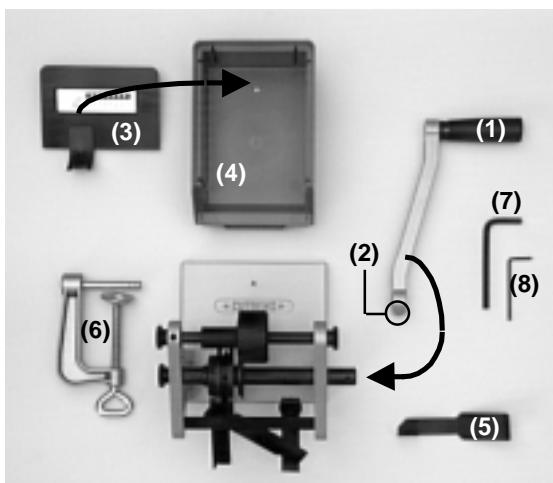
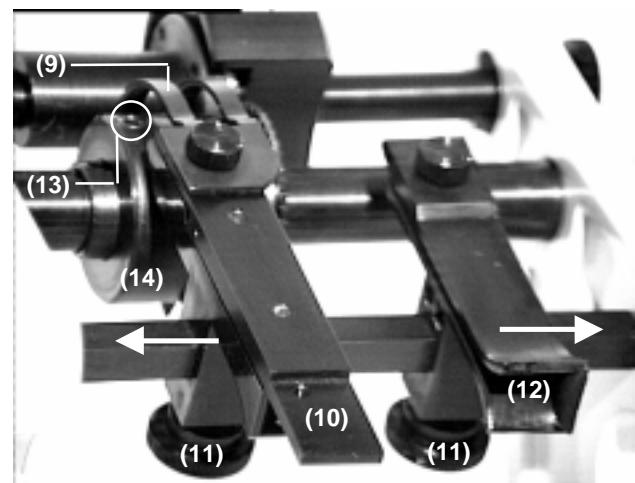
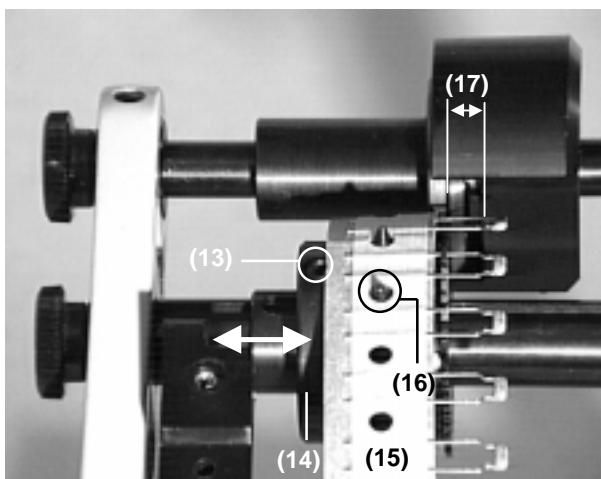

Fig. 1
Fig. 2
Fig. 3
- Der Zusammenbau des Variocut-Gerätes ist einfach. Befestigen Sie die Kurbel (Fig. 1, 1) mit der Stiftschraube am Gerät (2). Setzen Sie den Deckel mit dem Abstreifer (3) auf den Komponentenbehälter (4).
- Befestigen Sie das Variocut mit der Schraubzwinge (6) am Werkbank usw. Die Kurbel soll frei drehen können.
- Montieren Sie den Niederhaltebügel (Fig. 2, 9) und den Zählpotpträger (10). Lösen Sie die Rändelschrauben (11) an den Bandführungen (12) und schieben Sie die Bandführungen nach aussen.
- Lösen Sie die Stiftschraube (13) am Transportrad (14).
- Legen Sie einen Komponentengurt (Fig. 3, 15) über die Nocken (16) am Transportrad (14).
- The Variocut machine is easy to assemble. Secure the crank (Fig. 1, 1) to the unit (2) using the stud bolt. Place the cover together with the stripper (3) onto the component container (4).
- Secure the Variocut to the workbench etc. using the screw-on vice (6). The crank must be able to freely rotate
- Fit the retainer frame (Fig. 2, 9) and the counter head support (10). Undo the milled screws (11) on the belt guides (12) and slide the belt guides outwards.
- Undo the stud bolt (13) on the transport wheel (14). Place a component belt (Fig. 3, 15) over the cams (16) on the transport wheel (14).
- L'assemblage de l'appareil Variocut est très facile. Fixer la manivelle (fig.1, 1) avec la vis sans tête sur l'appareil (2). Placer le couvercle avec le séparateur (3) sur le bac à composants (4).
- Fixer le Variocut à la table de travail au moyen du serre-joint (6). La manivelle doit pouvoir tourner librement.
- Monter l'étrier de pression (fig. 2, 9) et le support de compteur (10). Desserrer les vis à molette (11) et les guides de bande (12), puis décaler les guides vers l'extérieur.
- Desserrer la vis sans tête (13) sur la roue de transport (14).
- Placer une bande de composants (fig. 3, 15) sur les dents (16) de la roue de transport.
- Verschieben Sie das Transportrad (Fig. 3, 14) mit dem Gurt, bis das gewünschte Schenkelmass (17) eingestellt ist. Stiftschraube (13) festsziehen.
- Slide the transport wheel (Fig. 3, 14), with the belt, until the required shaft setting is reached (17). Tighten stud bolt (13).
- Déplacer la roue de transport (fig. 3, 14) avec la bande de manière à régler la longueur de patte (17) requise. Serrer la vis sans tête (13).